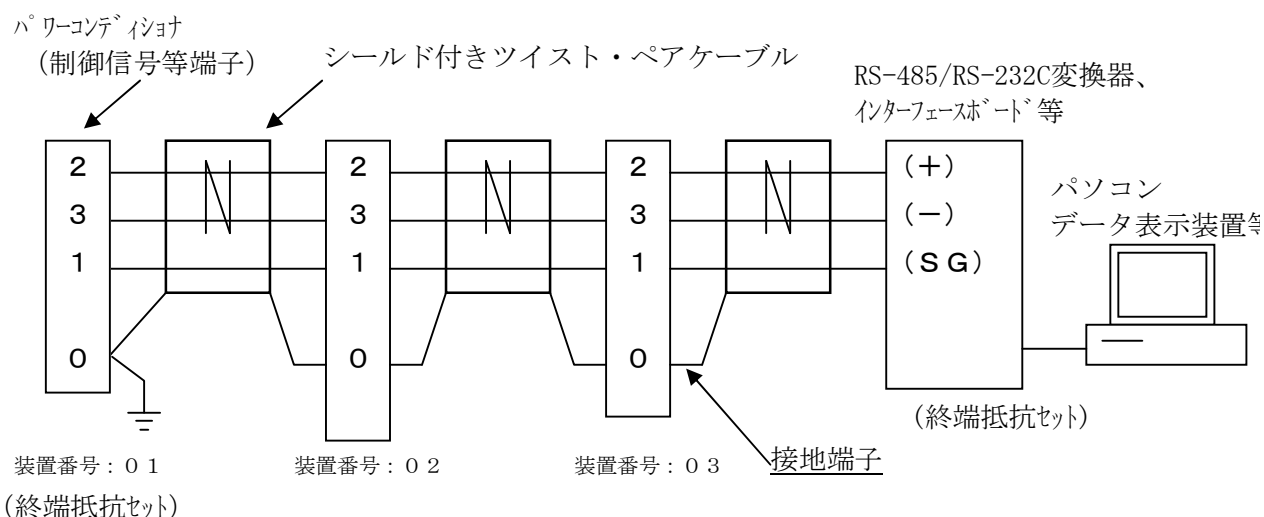

図10.8 外部通信用の配線方法
- ・ 外部通信用端子1（GND）、2（A）、3（B）及び、0（接地端子）への配線を行ってください（図10.8参照）。